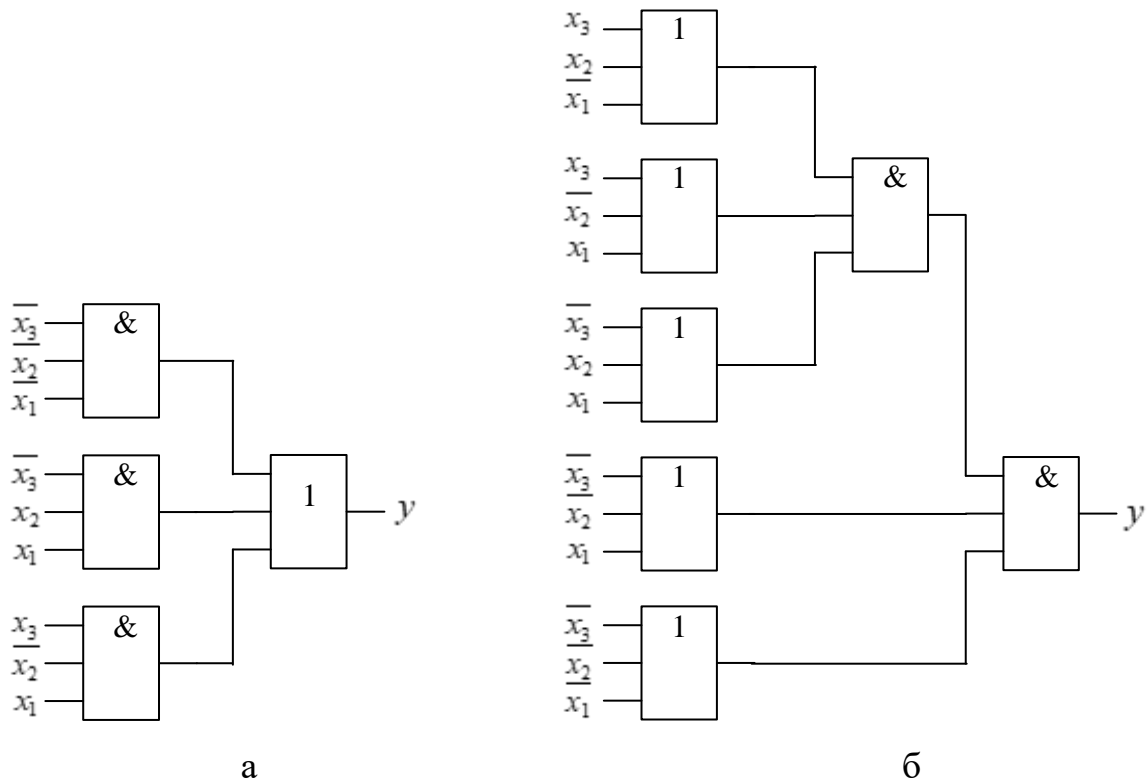

Рис. 1.29. Вихідні комбінаційні схеми: а – ДДНФ перемикальної функції; б – ДКНФ перемикальної функції.
**5.2.** Створіть логічну (комбінаційну) схему ДДНФ перемикальної функції  $f_4$ , що розроблена під час виконання теоретичного завдання. Для цього додайте на робоче поле файлу **LC1.bdf** елементи логічної схеми – логічні елементи І, АБО, та інші. Приклад комбінаційної схеми в елементному базисі 3І / 3АБО наведено на рис. 1.29, а.